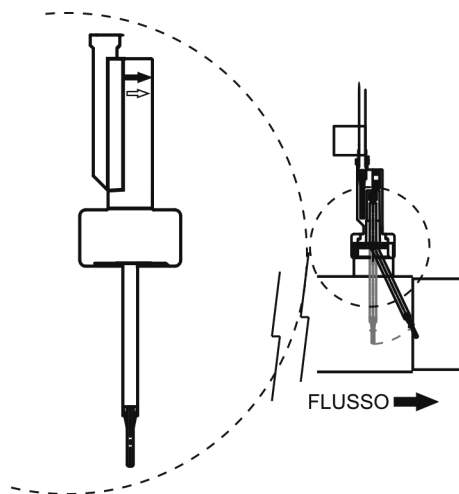

Fig. 11b
3. Sulla testa del rivelatore di flusso è segnata una freccia; assicurarsi che quest'ultima sia parallela all'asse della tubazione e sia rivolta nella direzione del flusso d'acqua (Fig. 11b).